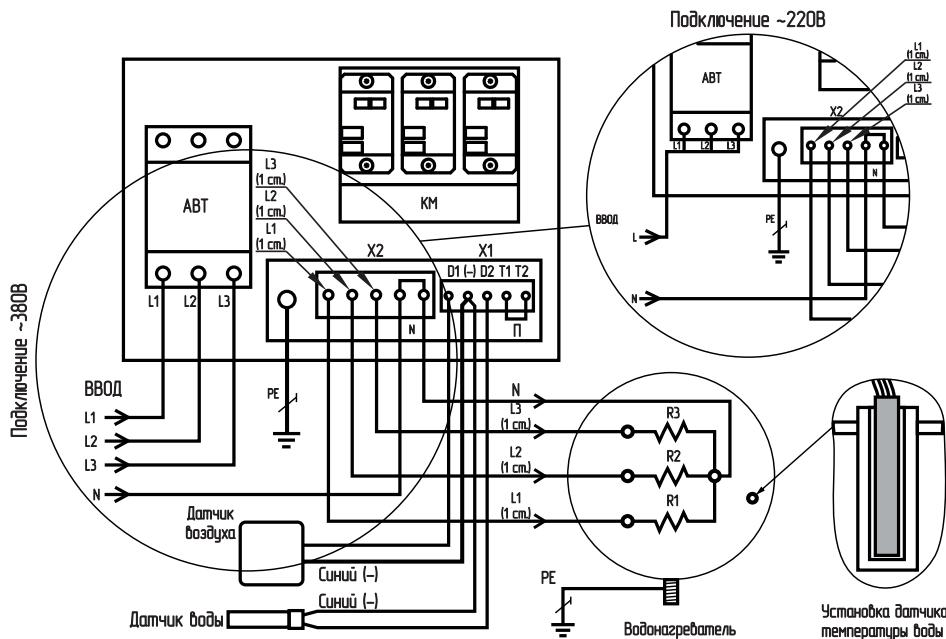
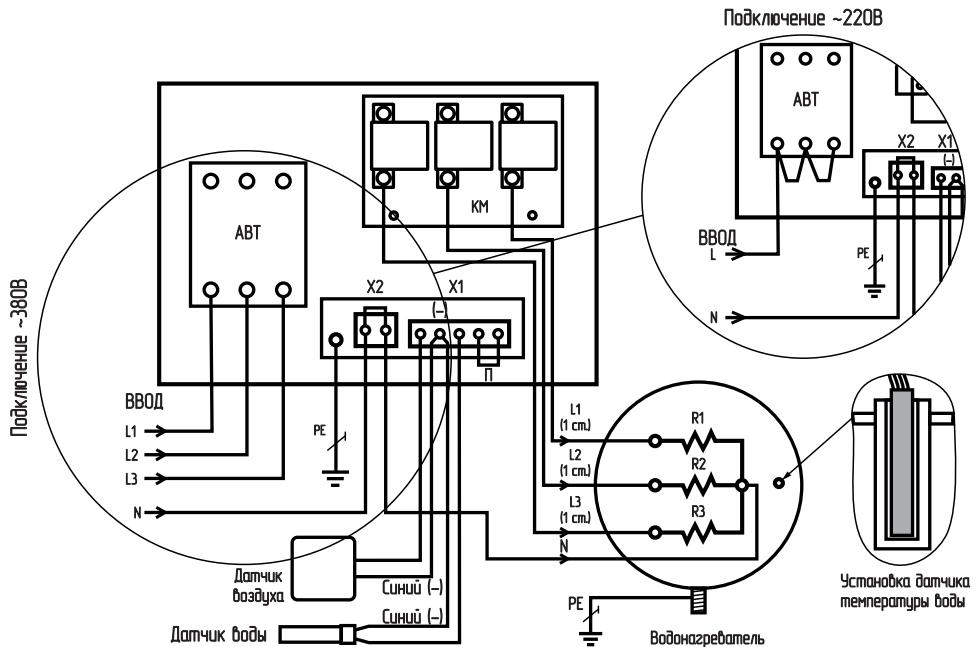
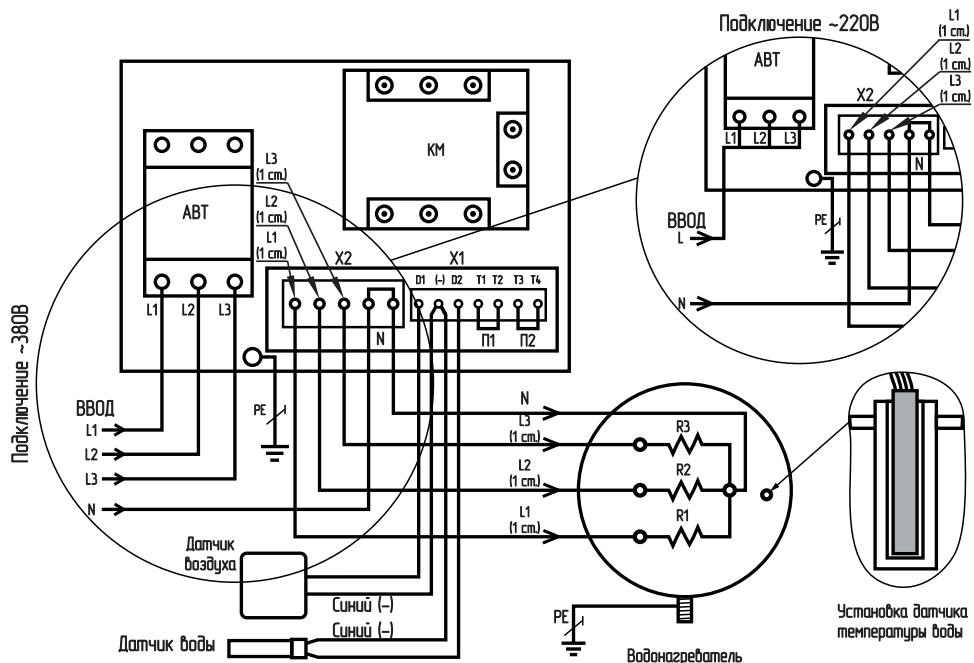

Рис.1 Схема подключения ПУ ЭВТ мощностью до 9 кВт
Рис.2 Схема подключения ПУ ЭВТ мощностью до 15 кВт
Рис.3 Схема подключения ПУ SSR мощностью до 9 кВт и до 15 кВт
- Эксплуатация панели управления должна осуществляться только при условии ее подключения в соответствии со схемой подключений (**Рис.1; Рис.2; Рис.3**);
9. Подключите панель к питающей сети кабелем соответствующего сечения, исходя из номинальной мощности котла или ТЭНБ, согласно схеме подключений (**Рис.1; Рис.2; Рис.3**) настоящего паспорта и инструкции по эксплуатации.
10. При подключении панели управления к однофазной сети переменного тока соедините вместе клеммы L1, L2, L3 вводного автомата и подключите их к фазному проводу питающей сети. Нулевой провод питающей сети подключается согласно схеме (**Рис.1; Рис.2; Рис.3**).
- Поместите в него датчик до упора, предварительно смазав термопастой (**Рис.1; Рис.2; Рис.3**);
• Подключите датчики к монтажной колодке X1 в соответствии со схемой (**Рис.1; Рис.2; Рис.3**), обращая особое внимание на полярность датчиков. Провода датчиков синего цвета, помеченные знаком (-) подключаются на клемму колодки X1, помеченную знаком (-) (**Рис.1; Рис.2; Рис.3**). Датчики подключаются медными проводами сечением 0,5-0,75 мм² необходимой длины. При длине провода более 10 метров желательно использовать провода, свитые в пары (не более 50 метров);
12. Подключите панель к котлу или твердотопливному котлу с установленным ТЭНБ, согласно схеме подключений (**Рис.1; Рис.2; Рис.3**) кабелем соответствующего сечения, исходя из номинальной мощности котла или комплекта ТЭНБ;
13. Выполните заземление (защитное зануление) корпуса панели, в соответствии со схемой подключений (**Рис.1; Рис.2; Рис.3**).
- Нулевой рабочий провод сети (N) должен подсоединяться к колодке X2 «НЕЙТРАЛЬ» внутри панели и к общему проводу ТЭН котла или ТЭНБ;
- Подключить внешний термостат к монтажной колодке X1 вместо перемычки (П) **Рис.1; Рис.2** или (П1) **Рис.3** для ПУ ЭВТ SSR до 9 и до 15 кВт.
Внимание! В случае отсутствия перемычки (П или П1 для ПУ ЭВТ SSR до 9 и до 15 кВт) или срабатывания внешнего термостата, подключенного вместо перемычки к колодке X1 (**Рис.1; Рис.2; Рис.3**) устройство будет отключено.
- Подключить датчик перегрева теплоносителя к монтажной колодке X1 вместо перемычки (П2) **Рис.3**.
Внимание! В случае отсутствия перемычки (П2) или срабатывания датчика перегрева теплоносителя, подключенного вместо перемычки к колодке X1 (**Рис.3**) устройство будет отключено.